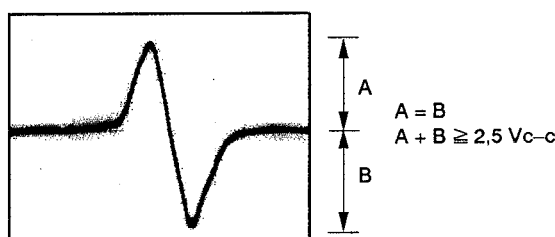

Figure 8
3. Tout en regardant l'écran de l'oscilloscope, appuyer sur la touche PGM et observer la forme d'onde de la Figure 8, pendant quelques instants. Vérifier que l'amplitude atteint au moins 2,5 Vc-c et que les amplitudes positive et négative soient égales. Comme la forme ne sort que pour un moment, quand la touche PGM est enclenchée, appuyer sur à plusieurs reprises sur cette touche, jusqu'à ce que la forme d'onde ait été vérifiée.